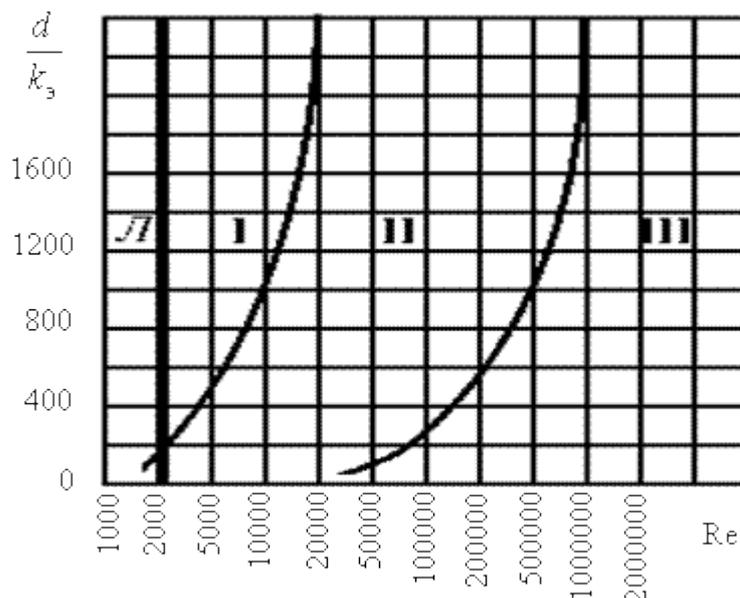

Рис. 9. Границы областей применения формул для определения λ
4.10. По графику Альтшуля (рис. 9) определяем область применения формул для расчета теоретического значения коэффициента гидравлического трения $\lambda_{\text{т}}$.
3. Открыть вентиль 12 и закрыть вентили 2, 5, 8 (см. рис. 9, б).